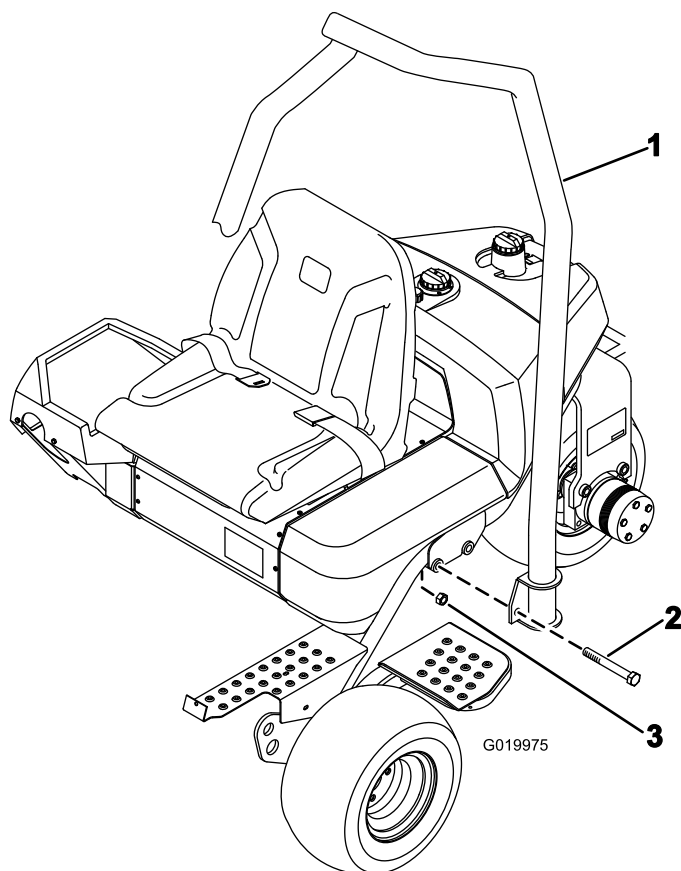

Figura 7
1. Coloque a barra de segurança de forma a que a parte superior do tubo fique curvada em direção à parte da frente da máquina (Figura 7).
2. Baixe a barra de segurança para a estrutura, alinhando-a com os furos de montagem (Figura 7).
3. Prenda cada lado da barra de segurança na estrutura com 2 parafusos ($\frac{5}{8}$ pol. x $4\frac{1}{2}$ pol.) e porcas de bloqueio como se mostra na Figura 7.